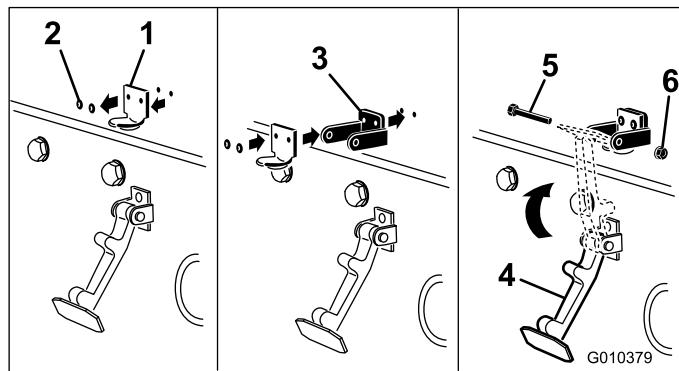

図 4
2. フードラッチブラケットをフードに固定しているリベット2本を外す図 4。フードからフードラッチブラケットを取り外す。
3. CE 用ロック・ブラケットとフード・ラッチ・ブラケットの取り付け穴をそろえて、フードの上に位置決めする。ロック・ブラケットをフードに当てて取り付ける図 4。
5. フードラッチ・ブラケットにラッチを入れる図 4。
6. ボルト 1/4 x 1-1/2 in をフード・ロックブラケットを通して挿入し、ロックナットで固定する図 4。